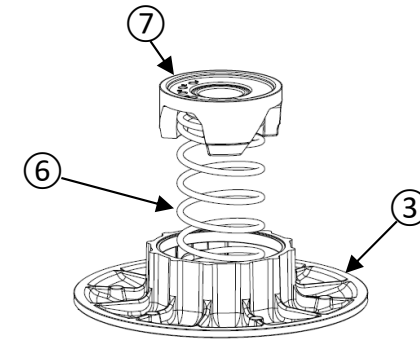

Figure 30
- Placez les ergots du ressort ⑥ dans les trous appropriés de la came ⑦ et du flasque coulissant ③, aux mêmes positions notées lors des étapes de démontage (figure 30).